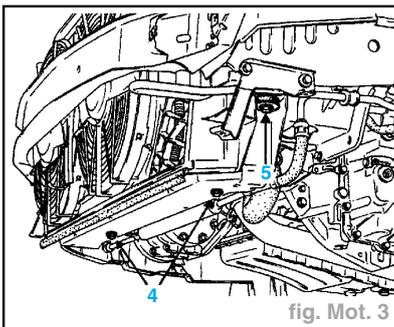

fig. Mot. 3
- les deux vis (4) de fixation du tuyau de direction assistée (fig. Mot. 3),
- les deux vis (5) de fixation de l'ensemble de refroidissement,